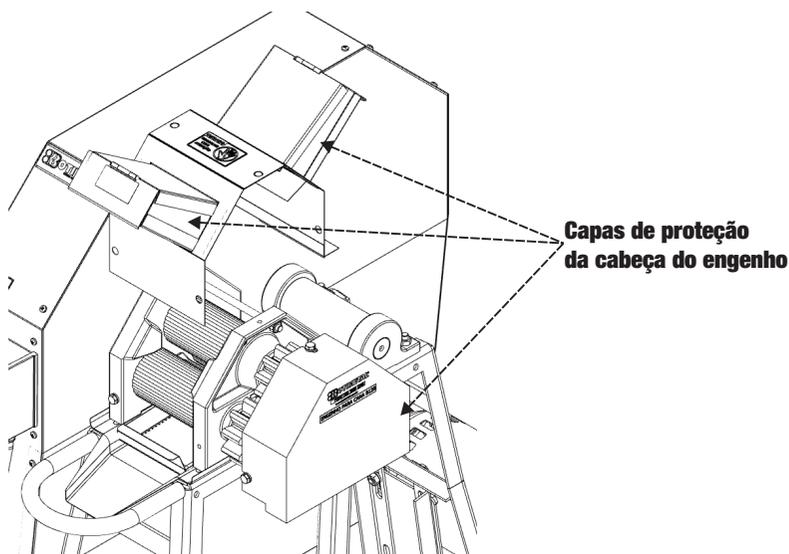

FIGURA 3
- Com auxílio de uma ferramenta retire os 6 parafusos de fixação das capas de proteção da cabeça do engenho (FIGURA 3).